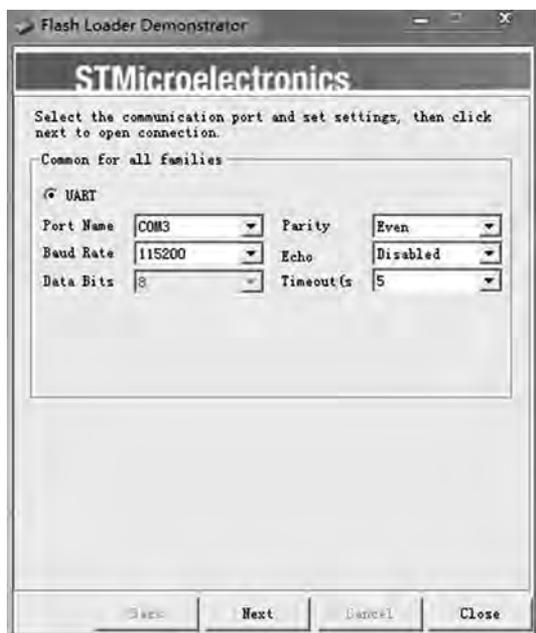
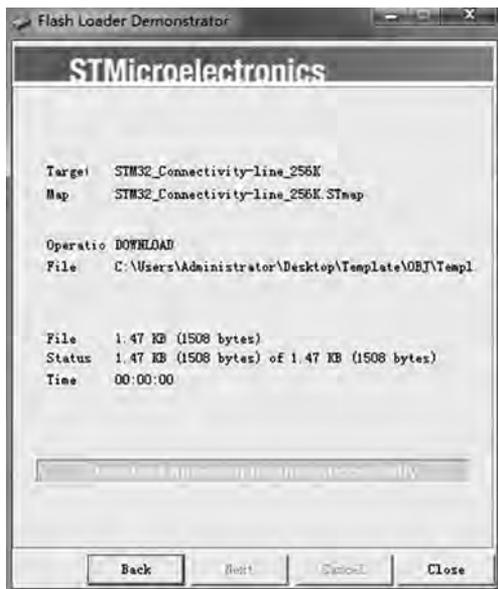

图 3-57 串口参数设置界面
图 3-63 程序下载成功界面
(1) 完成硬件方面的连接。先通过串口线或 USB 转串口线(接开发板的 RS232 接口)将开发板和 PC 连接起来,再通过跳线帽将开发板的串口下载跳线端子 J4 短接,最后通过 5V 电源适配器(不要用 USB 线)给开发板供电,如果一切正常,开发板电源指示灯 D6 会亮。
(2) 在“开始”→“所有程序”→STMicroelectronics→Flash Loader Demonstrator 中打开 Flash Loader Demo 软件,会出现如图 3-57 所示的串口参数设置界面,在界面中设置相应的串口参数。其中,Port Name(即 COM 口)需要根据实际情况来进行设置(可在 PC 的设备管理器的端口中查看,本例中为 COM3),其他串口参数可以按照图 3-57 进行设置,其中,Baud Rate(即波特率)一般设为 115 200bps,Timeout(超时时间)一般设为 5s。
(3) 按下开发板上的 RESET 按键(即 S5 键),然后松开,此时开发板就进入了串口下载模式,并等待着 PC 的连接,现在单击图 3-57 中的 Next 按钮,如果连接成功,则会出现如图 3-58 所示的连接成功界面;如果连接不成功,则会弹出相应的提示对话框,需要根据提示重新进行连接。
最后,选中 Jump to the user program 复选框,会使程序在下载完成后,不需要从开发板的 J4 端子拿下跳线帽并且再按下 RESET 按键就可以直接在开发板中运行,在程序下载完成后还可以直接返回如图 3-57 所示的串口参数下载界面重新开始下一次的程序下载。
(6) 如果一切正常,会出现程序下载成功的界面,如图 3-63 所示。
如果单击图 3-63 中的 Back 按钮,则会出现如图 3-57 所示的串口参数设置的界面,可以重新开始下一次的程序下载;若单击 Close 按钮,则关闭软件。